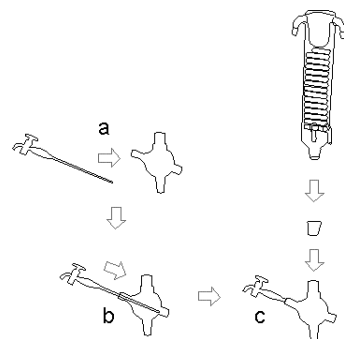

Figura 4
3. Para realizar el montaje de la parte izquierda, coloque la varilla de sujeción en el sistema con los cuatro tornillos que incorpora (figura 3a). Disponga las nueces (figura 3b) y los aros de sujeción (figura 3c) que posteriormente sujetarán el refrigerante, situando el más estrecho abajo y el más ancho arriba. Coloque la pieza de unión de vidrio donde confluyen el resto de componentes de vidrio a montar (refrigerante, matraz receptor y pipa de entrada) (figura 4).